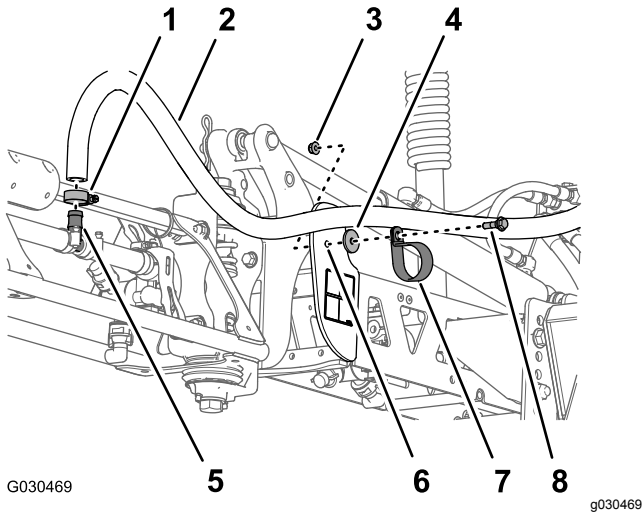

Figura 61
1. Sul lato anteriore della sezione delle barre dell'irroratrice, rimuovete il serratubi a R, il bullone di spallamento (5/16"), la rondella (5/16") e il dado di bloccaggio flangiato (5/16") che fissa il flessibile delle barre sul telaio della sezione centrale (Figura 61).
2. Rimuovete la fascetta stringitubo e il flessibile della barra dal raccordo a T dentellato (Figura 61).